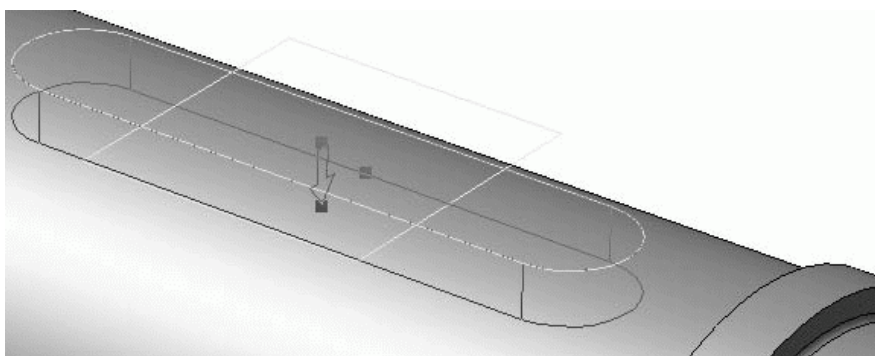

Рис. 3.64. Процесс вырезания шпоночного паза
2. Выделите вспомогательную плоскость и создайте на ней эскиз шпоночного паза. Перейдите на панель Редактирование детали и нажмите кнопку Вырезать выдавливанием. Установите прямое направление выдавливания и задайте величину (глубину) вырезания, равную 9 мм (рис. 3.64). Нажмите кнопку Создать объект для завершения построения шпоночного паза.